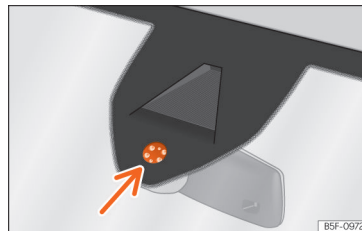

Fig. 122 Superficie sensibile del sensore pioggia.
Di seguito sono riportate alcune delle possibili cause di anomalia e di interpretazione scorretta nella zona della superficie sensibile »» fig. 122 del sensore pioggia:
- Pulire regolarmente la superficie sensibile del sensore pioggia e verificare la presenza di eventuali danni sulle spazzole »» fig. 122 (freccia).